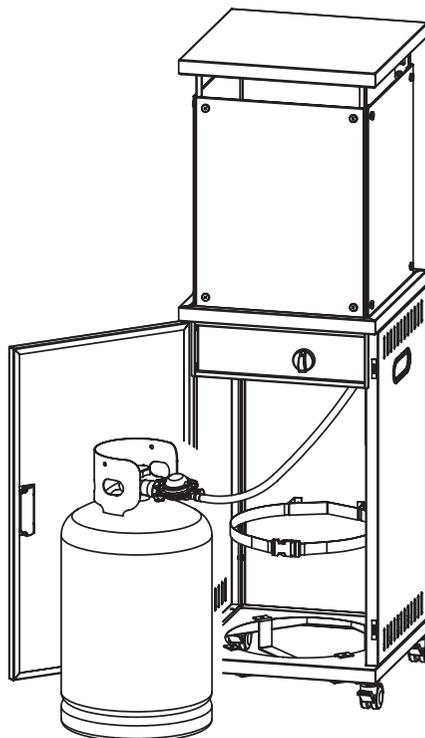

Рис. 18.
15. Подсоедините шланг и регулятор к баллону. Газ пропан и баллон продаются отдельно (рис. 18).